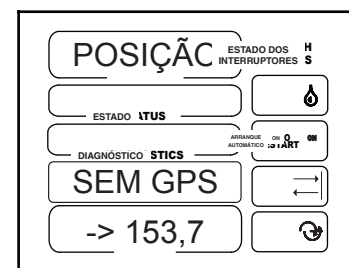

Figura 37-2
3. Se não for encontrado um sinal GPS, SEM GPS será apresentado. Ver a figura 37-2.